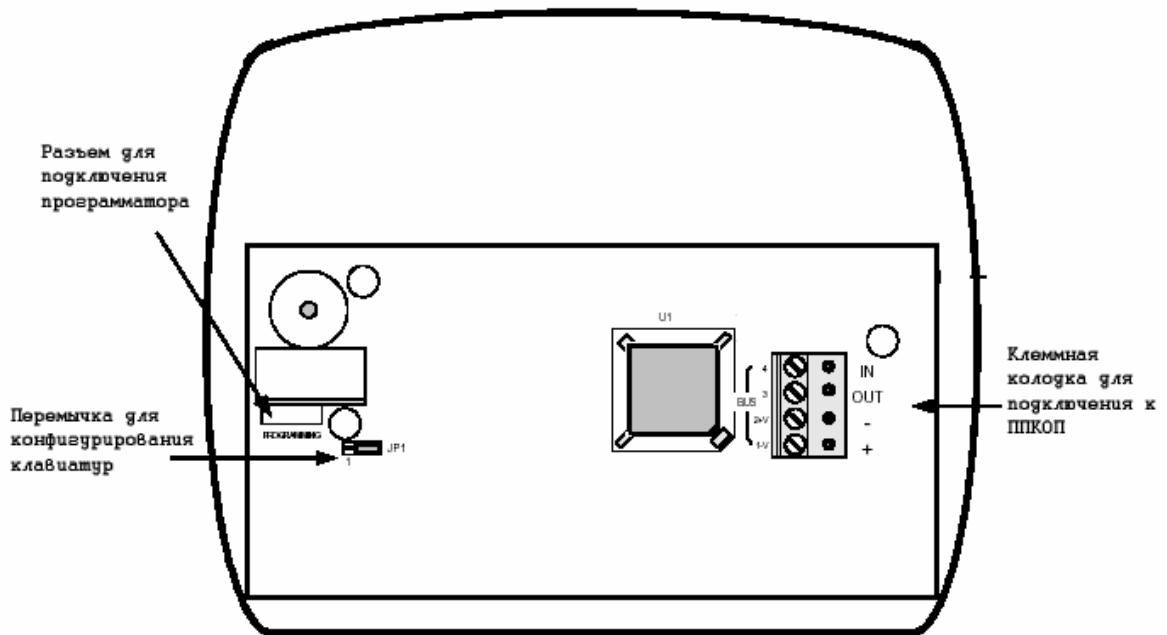

Рис. 13 Расположение элементов на плате клавиатуры.
2.10.1.2. Закоротите контакты 1 и 2 перемычки JP1 (см. рис. 13).